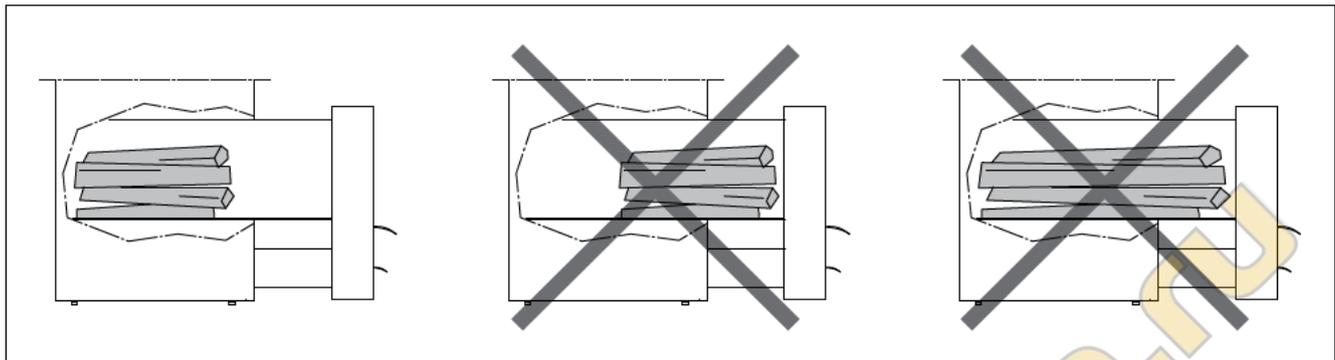

Рисунок 3.
2. Заложите дрова в топку так, чтобы между ними мог свободно циркулировать воздух, поступающий в топку. Самые крупные дрова положите вниз, а более мелкие - вверх. Используйте поленья диаметром 8–12 см. (Учитывайте объем закладки для розжига, таблица 2.) Кладите дрова на колосник в заднюю часть топки. Не допускайте горения дров в топочном тоннеле. Избегайте использования слишком длинных поленьев, которые помещаются в топке с трудом (рисунок 3).